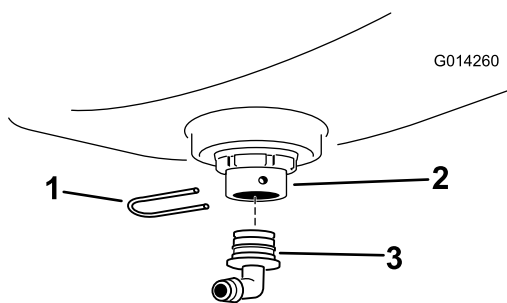

Figure 5
4. Posez un raccord à 90° sur le raccord de traversée et fixez-le avec un étrier (Figure 5).